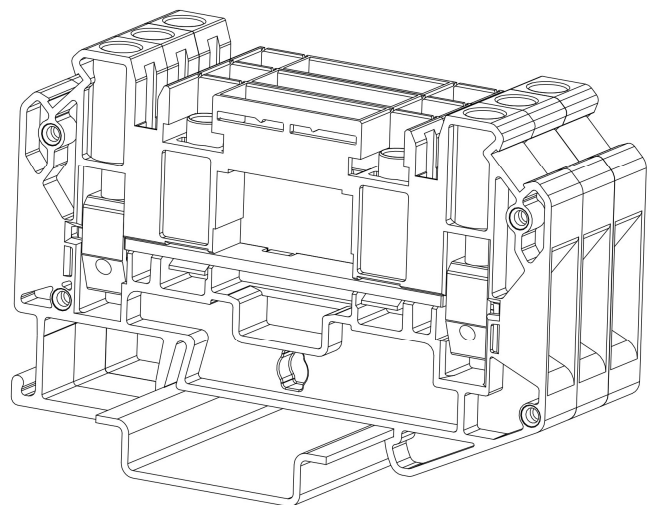

Рисунок 6 – блок клемм на монтажной рейке
- Сгруппируйте однотипные клеммы в блок с открытой боковой стенкой в одном направлении (рис. 6).